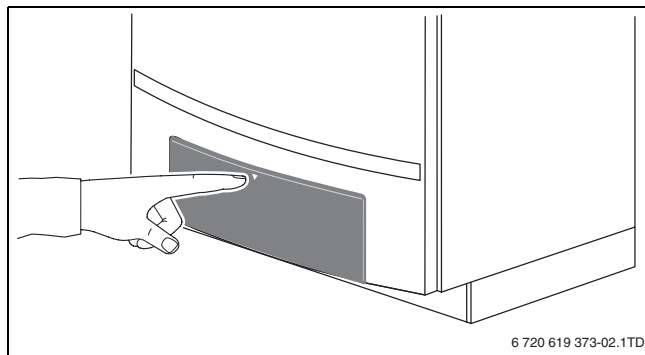

Fig. 49 Aprire il pannello di servizio
► Aprire il pannello di servizio premendolo (→ fig. 49).